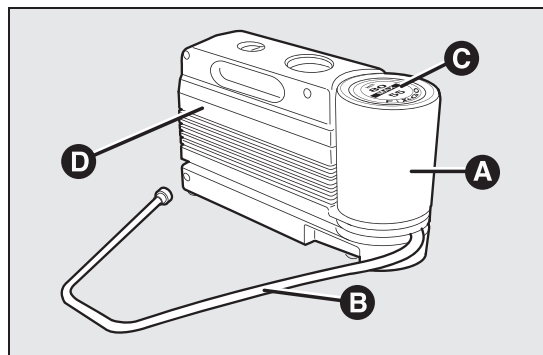

fig. 102
De set fig. 102 bevat:
- ☐ een compressor D fig. 102 met manometer en aansluitnippels, die in het vak zijn te vinden;